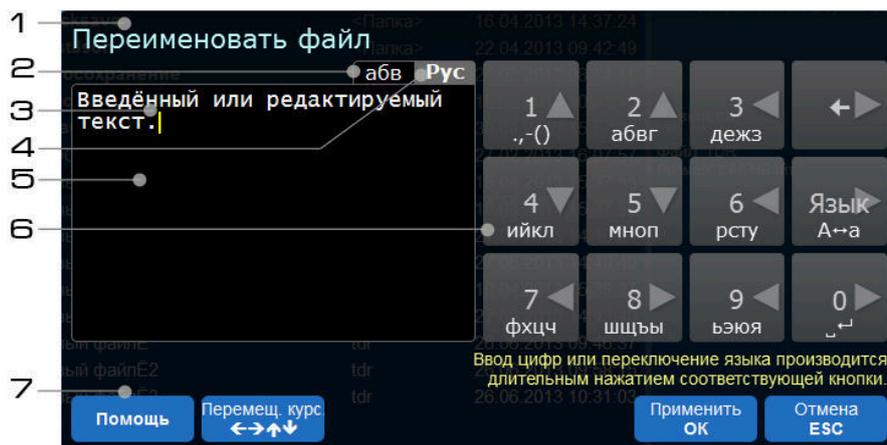

Рис. 42. Диалоговое окно ввода текстовой информации
Диалоговое окно ввода текстовой информации состоит из следующих элементов (рис. 42):
1. **Заголовок текущей операции ввода**, для которой будет использован введённый текст (на рис. 42 «Переименовать файл»).